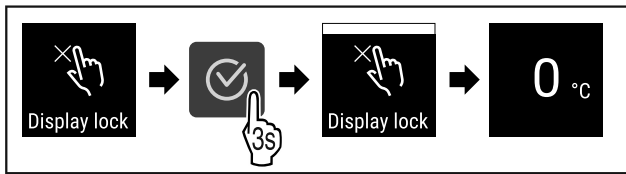

Fig. 76
- ▶ Følg anvisningene (se Fig. 76) .